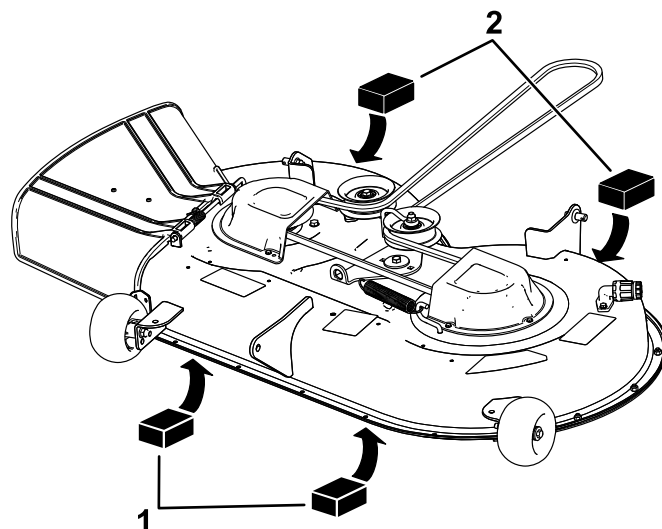

Рисунок 65
- Установите 2 подставки толщиной по 6,6 см (2⁵/₈ дюйма) под каждую сторону передней кромки деки, но не под кронштейны защитного валика (Рисунок 65).
- Установите 2 подставки толщиной по 7,3 см (2⁷/₈ дюйма) под заднюю кромку фартука режущей деки, по одной на каждой стороне режущей деки (Рисунок 65).